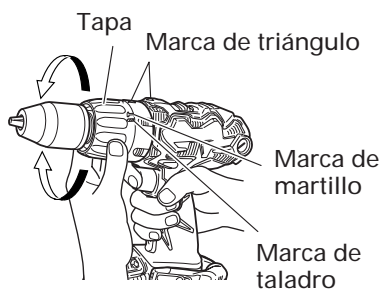

Fig. 21
9. Confirmar la posición de la cubierta <DV14DL> (Ver la Fig. 21)
- (2) Indicación del par de apriete (Consulte la Fig. 21 y 23)
(3) Ajuste del par de apriete (Consulte la Fig. 21 y 23)